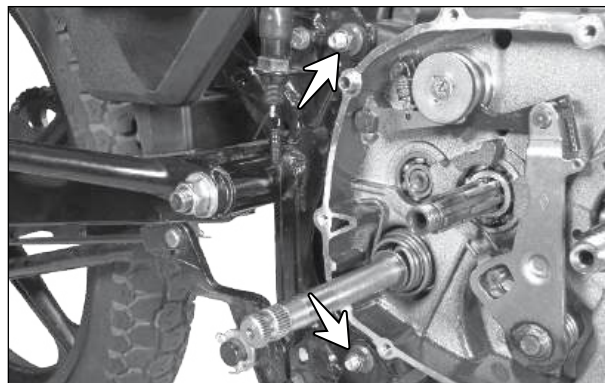

Fig. 3.121
- Remova os parafusos M8x115 (setas) de fixação traseira do conjunto do motor. (Fig. 3.121)